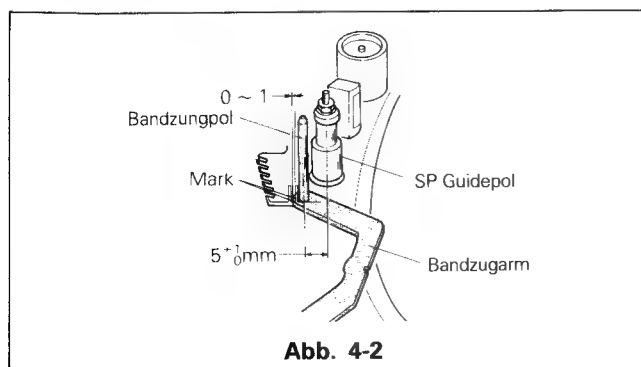

Abb. 4-2
2. Nach dem Einfädeln sollte die Position des Bandzugshebels wie in Abb. 4-2 sein.